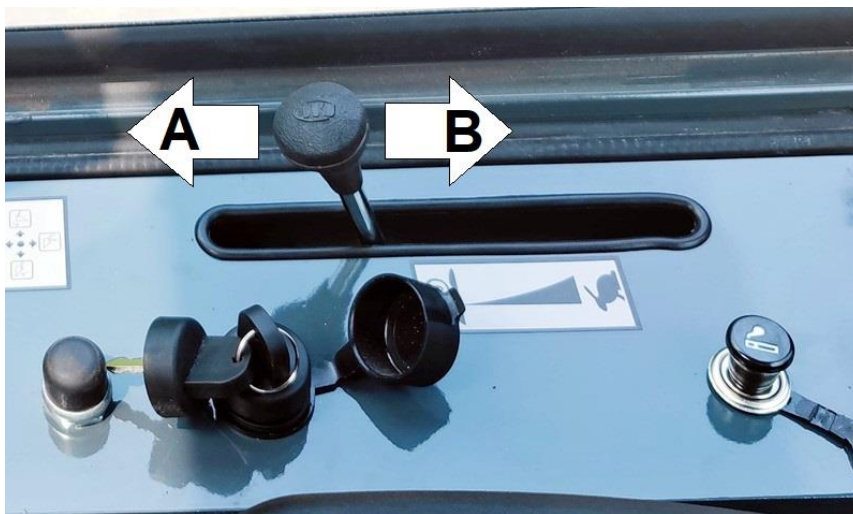

Рисунок 3.1.8
- Переведите рычаг акселератора в положение минимальных оборотов (Рисунок 3.1.8); переведите ключ зажигания в положение ВЫКЛ. и извлеките его.